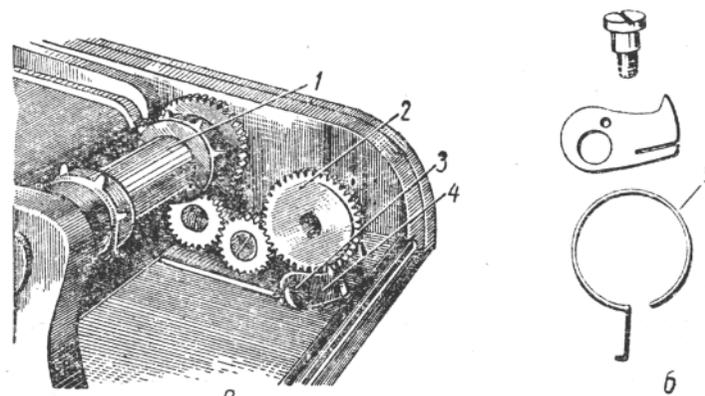

Рис. 245. Тормозное устройство:
При заводе механизма затвора увеличивается натяжение пружин в гильзах шторок и шторки стремятся вернуться в исходное положение. Чтобы этого не произошло в механизме аппарата имеется защелка тормоза 4 (рис. 245,а),
Защелку тормоза 4 можно увидеть, если вынуть приемную катушку. На рис. 245,а снят и барабан приемной катушки. В защелке тормоза сделано два отверстия, в одно
из них вставляется винт с уступом 5, на котором защелка поворачивается и крепится к корпусу, в другое вставляется отгиб пружинного рычага 5 (рис. 245,б), который надевается на шейку заводной шестерни 2 (рис. 245,а). При заводе механизма заводная шестерня вращается и увлекает за собой пружинный рычаг, отводящий в сторону защелку тормоза 4, которая поворачивается и не препятствует вращению шестерни 2. Когда прекращается завод механизма, заводная шестерня, стремясь под натяжением пружин шторок вернуться в исходное положение, но в это время пружинный рычаг поворачивает защелку в другую сторону, ее зуб входит в зубья шестерни и не позволяет ей поворачиваться, удерживая этим механизм шторок в заведенном положении. Таков принцип работы защелки тормоза.
Нарушение работы защелки тормоза вызывается произвольным отвинчиванием винта 3. В первую очередь проверяют, завинчен ли винт 3 и смазывают его маслом. Если это не дает нужного результата, проверяют состояние зуба защелки. Зуб может деформироваться или отломаться, его нужно выправить. Но прежде всего необходимо сделать следующее. На защелке (рис. 245,б) имеется разрез, который делит ее на две части. Нижняя тонкая часть защелки является как бы пружиной. Нужно вставить лезвие отвертки и слегка отогнуть пружину, тогда зуб защелки переместится ближе к зубьям шестерни 2 (рис. 245,а). Если зуб отломан, нужно изготовить новую защелку.
Иногда в результате неправильной разборки аппарата деформируется пружинный рычаг 5 (рис. 245,б). С ним следует быть очень осторожным. Он должен иметь форму круга и по диаметру быть несколько меньше паза в шейке, на которую он надевается.
3. При заводе механизма пленка не протягивается. Прежде всего следует проверить правильность зарядки аппарата. Если зарядка была произведена правильно, нужно вынуть кассету с пленкой и завести механизм, придерживая при этом большим пальцем левой руки ведущий барабан / (рис. 245,а), как бы воспроизводя нагрузку, создаваемую пленкой. Если барабан совсем не вращается или вращается с перебоями, необходимо проверить наличие винта / (рис. 247), установленного в отверстии ведущего барабана и соединяющего